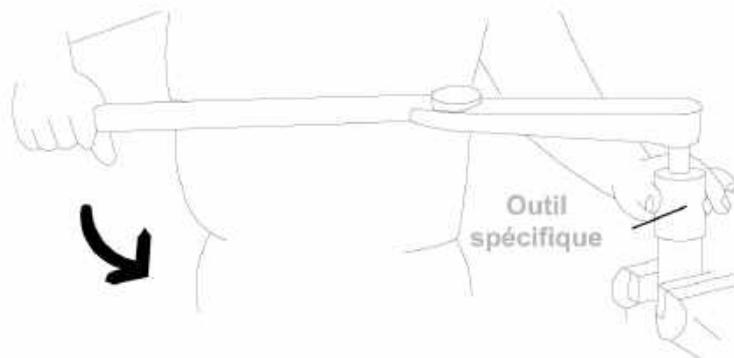

Fig. 7
(2) Démontage du convertisseur :
❶ Fixer le convertisseur dans un étau. Utiliser l'outil spécifique (Voir Tableau 1) pour desserrer l'écrou-couvercle du convertisseur, Fig. 7.